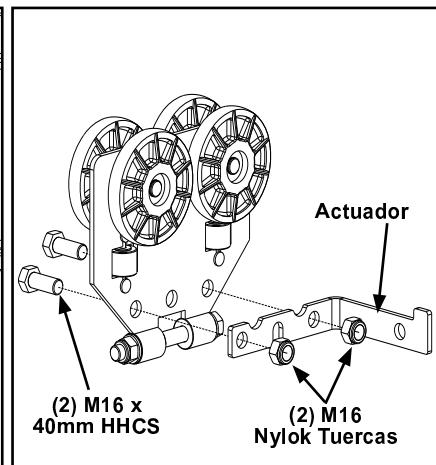

Figura 3-131
- Paso 3. Asegure el soporte del actuador del SW al carro insertando dos (2) M16x40mm HHCS a través del patrón de orificio del carro y el patrón de orificio del actuador. Apriete hasta asentar tornillos + $\frac{1}{4}$ vuelta. No apretar de más, puede doblar el soporte. Vea Figura 3-131.